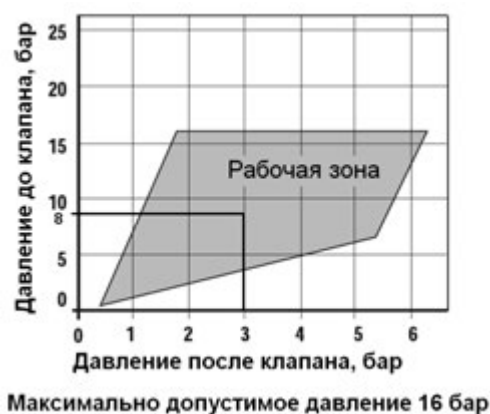

Рис. 1
1. Проверить применимость по давлению до и требуемому давлению после клапана (рис. 1)